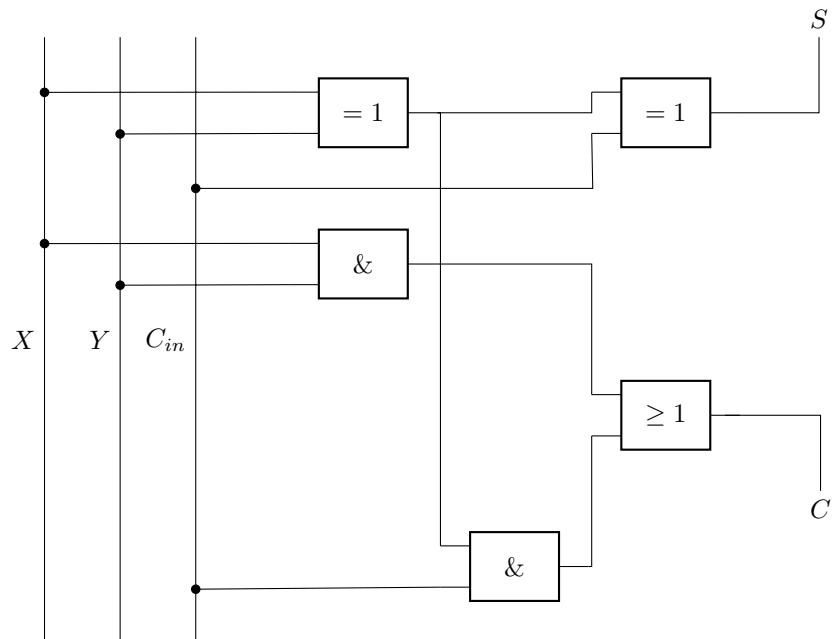

Abbildung 2.2: Komplizierter Volladdier
2. Erweitern Sie die Schaltung zu einem FA und skizzieren Sie sie in Abbildung 2.2
1. Stellen Sie ein KV-Diagramm in Abbildung 2.2 für die Boolesche Funktion aus Tabelle 12a auf und geben Sie die minimierte Funktion an.